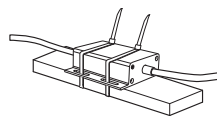

Abbildung 7
- Place the control box in an appropriate position according to the surroundings as shown in Figure 7. Do not install the control box in a high-temperature area, an area with moving parts, or an area that may interfere with other moving parts.
- Bringen Sie die Steuerungseinheit je nach Umgebung in die ordnungsgemäße Position, wie in Abbildung 7 dargestellt. Bauen Sie die Steuerungseinheit nicht in einem Bereich ein, der hohe Temperaturen erreicht oder bewegliche Teile enthält bzw. in einem Bereich, in dem andere bewegliche Teile behindert werden könnten.